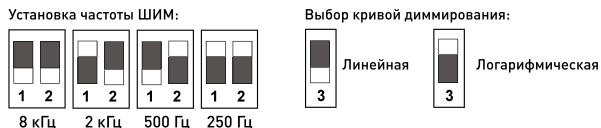

Рисунок 2. Положения DIP-переключателей
- 3.6. Установите частоту ШИМ и кривую диммирования с помощью DIP-переключателей на корпусе устройства (рисунок 2).